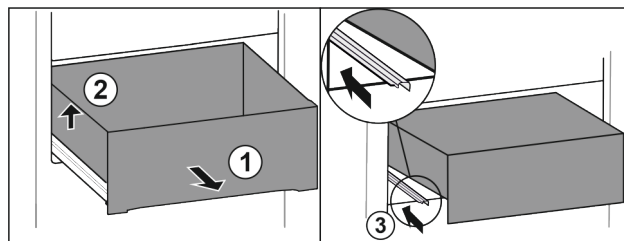

Fig. 105
- Estrarre il cassetto fino all'arresto. Fig. 105 (1)
- Sollevare il cassetto a sinistra. Fig. 105 (2)
- Inserire la guida sinistra. Fig. 105 (3)